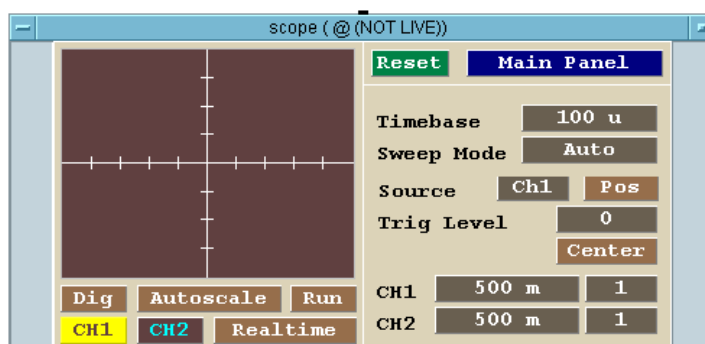

図 3-11. scope(@ (NOT LIVE)) の選択
3. [scope] パネルの輪郭線を配置し、クリックして場所を確定します。図 3-11 のように表示されます。